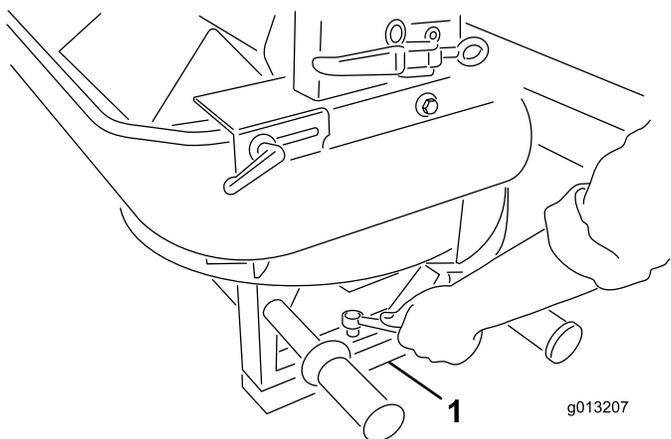

図 6
5. ツイン・スピナーの脚部からネジ 4 本を取り外す。二人掛かりでツイン・スピナーを持ち上げ、パッキング用のスタッドや保護材を取り除く (図 6)。